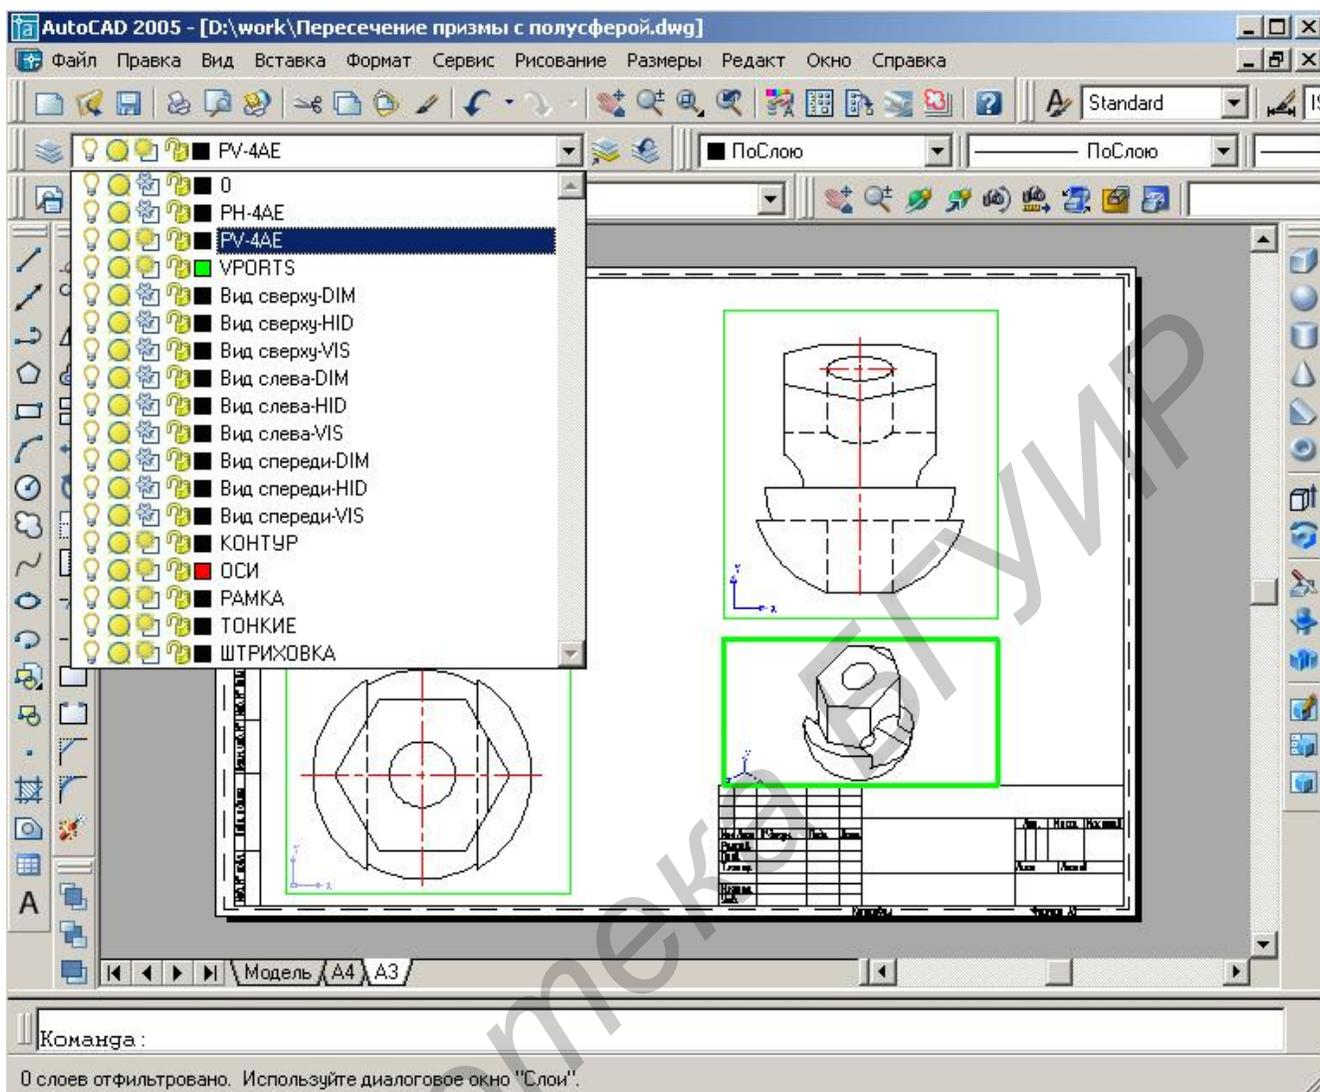

Рис. 33. Удаление скрытых линий и касательных ребер с помощью команды SOLPROFILE
На рис. 33 приведен результат работы команды SOLPROFILE (*Подготовка–контуры*). Для наглядности заморожены слои с невидимыми линиями (PH) и нулевой слой, а в качестве текущего слоя установлен слой видимых линий PV.